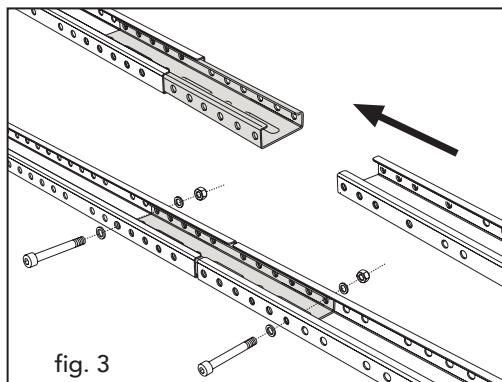

fig. 3
- 1 - Ensamblar las estructuras portantes de acuerdo con el número de colectores que se desee instalar, encastrando los perfiles entre sí (fig. 3).